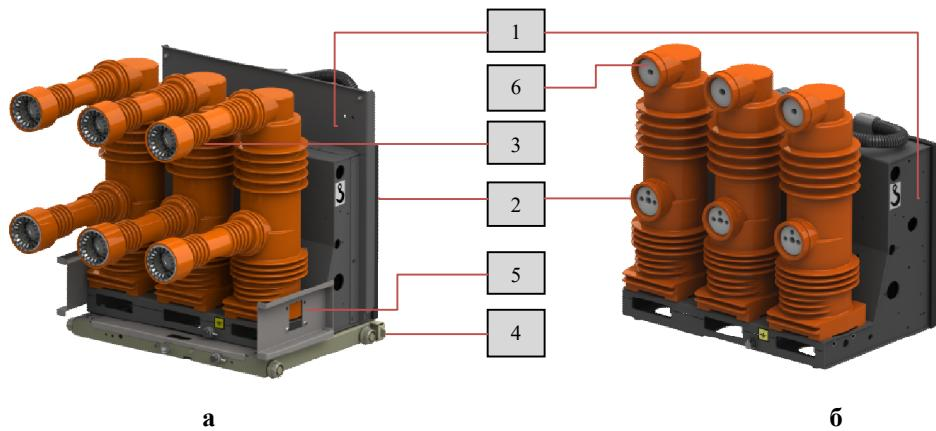

Рис. 1 Общий вид выключателей (а – исполнение М , б – исполнение S):
1.3.1 Внешний вид и основные конструктивные элементы выключателей в выкатном (далее – М) и стационарном (далее – S) исполнениях показаны на рис. 1.
Корпус выключателя (рис. 1) выполнен при помощи сварки из листового металла с лакокрасочным покрытием, который служит основанием для установки полюсов главной цепи и привода выключателя.